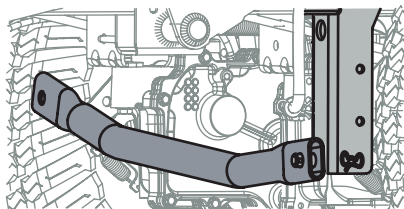

Figura 45
- b. Extraiga el pasador de chaveta con unión curva que está del lado izquierdo de la barra, que conecta la barra con el soporte del bastidor (Figura 45).